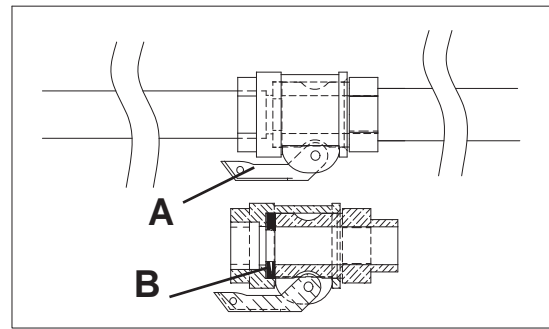
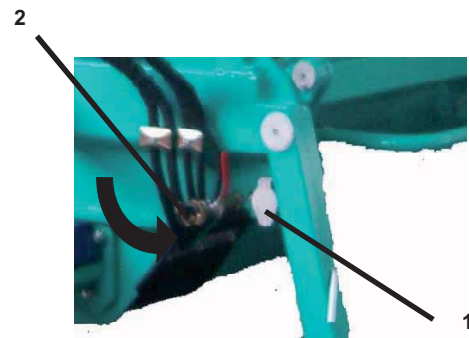

Abb. 5a
Abb. 6
Die Dichtungen einsetzen und die Nockenanschlüsse arretieren (Abb. 5a/b). Das Spritzgerät an die Schlauchenden anschließen.
Ggf. (immer bei der Ausführung für Ausgleichsschüttungen), die Fernbedienung an die entsprechende Steckdose anschließen (Abb. 6, Bez. 1).
Die Materialschläuche und Anschlüsse auf ihren einwandfreien Zustand und die Dichtungen auf korrekte Montage prüfen. Die Schläuche an die Sammeldruckleitung und an das Spritzgerät anschließen. Sicherstellen, dass die Nockenhebel (A) an den Anschlüssen korrekt arretiert sind und die Dichtung (B) abbildungsgemäß montiert ist (siehe Abb. 5a). Den Lufthahn des Spritzgeräts (Abb. 7, Bez. 1) schließen. Den maschinenseitigen Lufthahn öffnen (Abb. 6, Bez. 2).